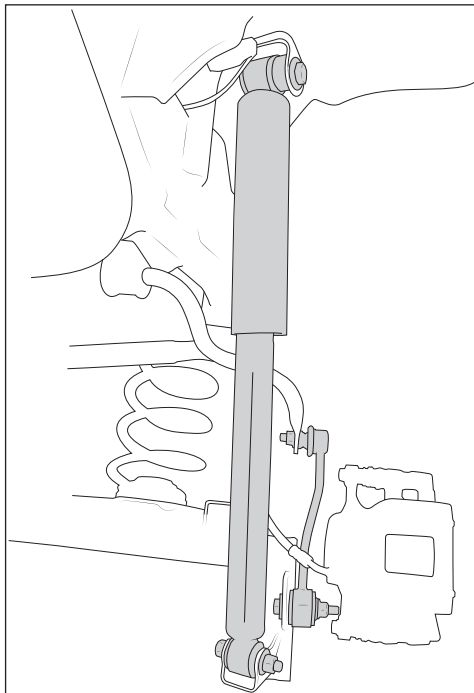

Abbildung 2
4. Entferne die Stabiarme und bewahre die Montageteile auf. Achte auf ihre Ausrichtung. Die neuen Koppelstangen werden auf die selbe Weise installiert. (siehe Abb.2).
Installiere die AEV Stabiarme (die längeren der zwei, die im Kit enthalten sind) mit den werkseitigen Schrauben und ziehe sie fest (siehe Abb. 2).